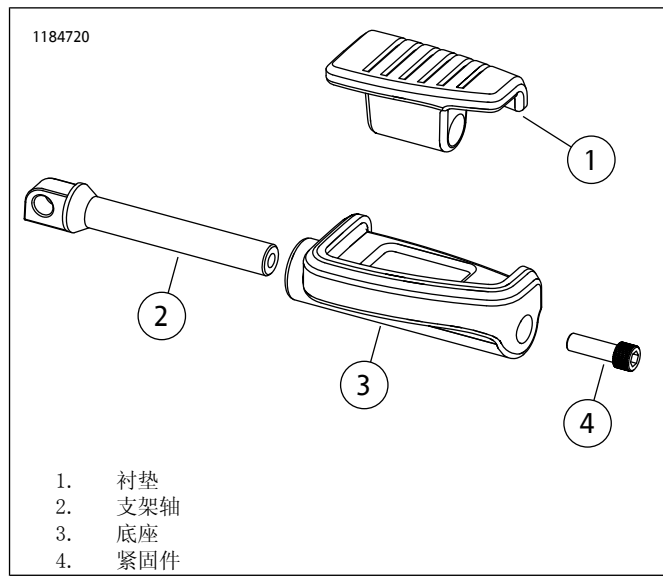

图4。微型脚踏板套件：50501148、50501225
- 对于套件50501148，参见图4和表1。紧固件(2)10500147(镀铬)为可用维修零件。
- 对于套件50501225，参见图4和表1。紧固件(2)10500125(黑色)为可用维修零件。